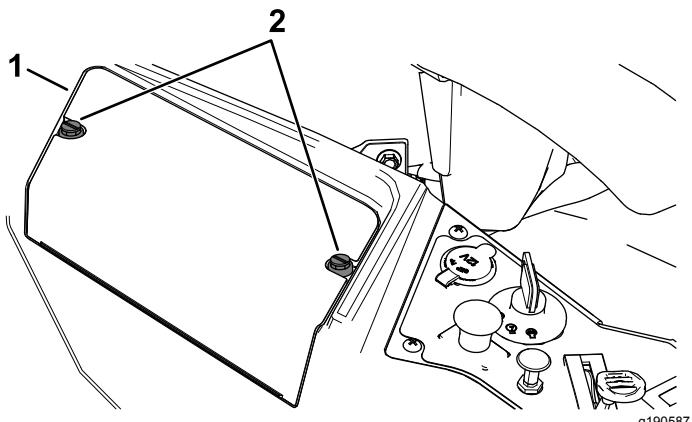

Figure 46
- Desserrez les 2 fixations sur le couvercle de la batterie en les tournant de $\frac{1}{4}$ de tour dans le sens antihoraire, et déposez le couvercle (Figure 46).
6. Reposez le couvercle de la batterie en appuyant dessus et en serrant les 2 fixations dans le sens horaire (Figure 46).